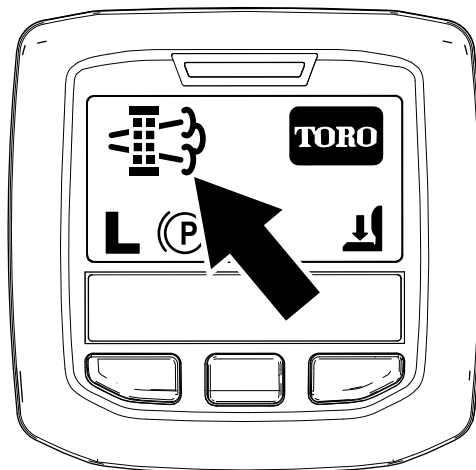

Figura 53
- Cuando el ordenador del motor solicita una regeneración con la máquina aparcada o una regeneración de recuperación, aparece el icono de solicitud de regeneración (Figura 53) en el InfoCenter.